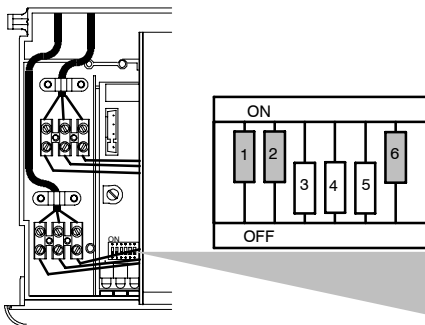

fig. 9.19
- 2 Togliere alimentazione elettrica alla caldaia, settare i DIP switch della scheda come rappresentato in fig. 9.19